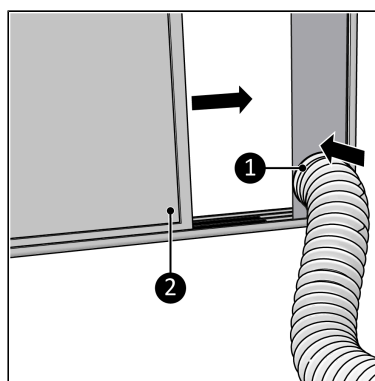

Figure 69.
5. Fermez la fenêtre (Figure 69, pos. 2). Ceci maintiendra le kit de fenêtre en place.
6. Reliez le raccordement du kit de fenêtre au kit de fenêtre (Figure 69, pos. 1).